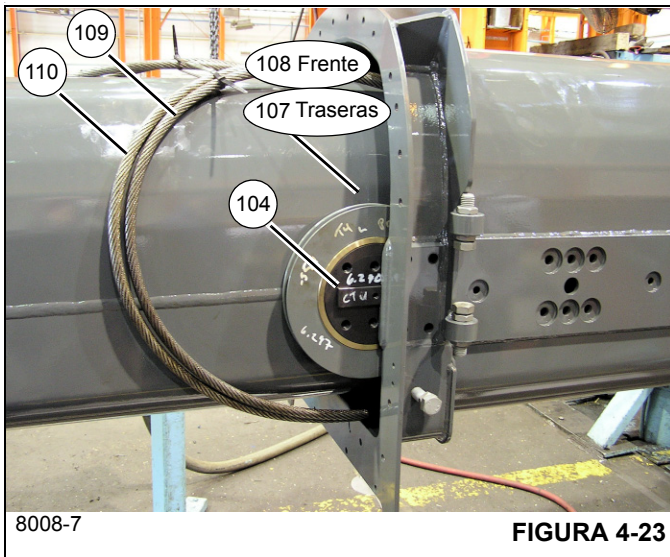
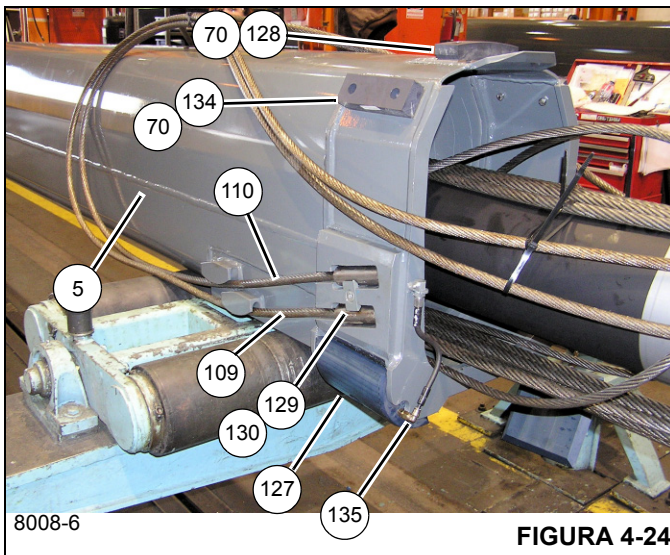
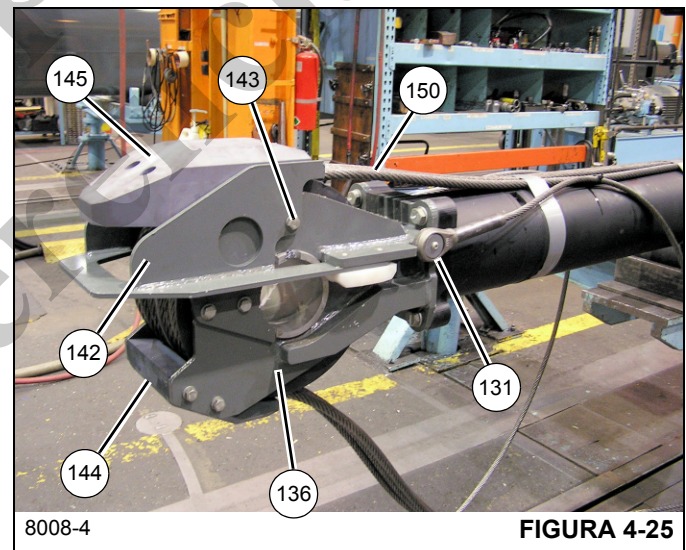

FIGURA 4-23
FIGURA 4-24
FIGURA 4-25
- 76. Tire de los cables de extensión de la sección telescópica 4 (110) para alejarlos de las poleas delanteras (108).
- 77. Retire los seis pernos (105) y el eje (104) que fijan la polea delantera (108) al interior de la sección telescópica 3 (4) (lados izquierdo y derecho) (vea la Figura 4-23).
- 79. Tire de los cables de extensión de la sección telescópica 4 (109) para alejarlos de las poleas traseras (107) (vea la Figura 4-23).
- 80. Retire los seis pernos (105) y el eje (104) que fijan la polea trasera (107) al interior de la sección telescópica 3 (4) (lados izquierdo y derecho) (vea la Figura 4-23).
- 81. Retire la sección telescópica 4 (5) de la sección telescópica 3 (4) y coloque la sección telescópica 4 (5) en unos soportes adecuados.
- 82. Retire el perno (130) y el anclaje de cable (129) que fijan los cables de extensión de la sección telescópica 4 (109, 110) al lado de la parte trasera de la sección telescópica 4 (5) (lados izquierdo y derecho) (vea la Figura 4-24).
- 83. Retire el conjunto de almohadilla de desgaste (127)/manguera de engrase (135, 79, 80, 77, 78) de la escuadra de fijación en cada lado de la parte trasera de la sección telescópica 4 (5) (vea la Figura 4-24).
- 84. Retire los dos pernos (124) y las arandelas de seguridad (25) que fijan el conjunto de almohadilla de desgaste (134) a cada lado de la parte inferior trasera de la sección telescópica 4 (5) (vea la Figura 4-24).
- 85. Retire los dos pernos (124) que fijan el conjunto de almohadilla de desgaste (128) en la parte inferior trasera de la sección telescópica 4 (5) (vea la Figura 4-24).
- 86. Deslice el cilindro telescópico (6) fuera de la sección telescópica 4 (5).
- 87. Retire los pernos (149) y las arandelas planas (148) que fijan los extremos de los dos cables de retracción de la sección telescópica 4 (131) al miembro soldado del montaje de la polea del cilindro telescópico (136) (vea la Figura 4-25).
89. Retire las dos graseras (106) de cada extremo del eje hueco (141).
90. Retire los cuatro pernos (19), las arandelas de seguridad (17) y las arandelas planas (16) que fijan la almohadilla de carruaje superior (144) al miembro soldado del montaje de la polea del cilindro telescópico (136) (vea la Figura 4-25).
91. Retire los pernos (44, 146) que fijan la almohadilla de carruaje inferior (145) al miembro soldado del carruaje (142) (vea la Figura 4-25).
92. Retire los cuatro pernos (19) y las arandelas planas (143) que fijan las almohadillas amortiguadoras (147) a los lados del miembro soldado del carruaje (142) (vea la Figura 4-25).
93. Retire los seis pernos (20) y las arandelas planas (143) que fijan el miembro soldado del carruaje (142) al miembro soldado del montaje de la polea del cilindro telescópico (136) (vea la Figura 4-25).
94. Retire los seis cables de extensión de la sección telescópica 3 (150) que están alrededor del conjunto de polea (139).
95. Retire los cuatro espaciadores (140) y el eje hueco (141) que fijan el conjunto de polea (139) al miembro soldado del montaje de la polea del cilindro telescópico (136).
96. Retire los cuatro pernos (138) y las arandelas planas endurecidas (137) que fijan el miembro soldado del montaje de la polea del cilindro telescópico (136) al extremo del cilindro telescópico (6).